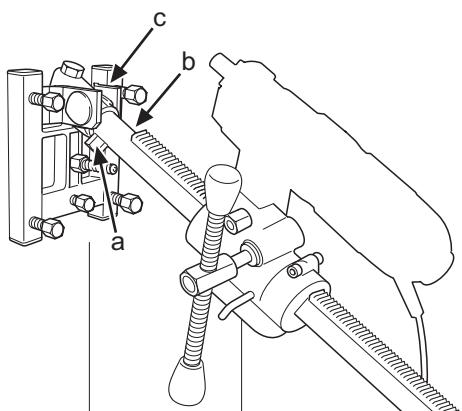

Fig.12
2. La columna de perforación se monta en el soporte angular de la placa base. Aprieta los dos tornillos de fijación (a y b) con una llave de 24 mm. (Fig. 12). Girar la caja de alimentación 180° y montarla de nuevo en la columna de perforación. La perforadora se monta en la fijación rápida.
3. Ajustar la inclinación de perforadora deseada con la tuerca (c) (fig.12) y una llave de 30 mm.
2. A coluna de perfuração é montada no suporte angular da placa base. Apertar os dois parafusos de fixação (a e b) com a chave de 24 mm. (Fig.12). Rodar a caixa de alimentação 180° e montá-la novamente na coluna de perfuração. A perfuradora é montada na fixação rápida.
3. Ajustar o ângulo de perfuração desejado com a porca (c) (Fig. 12), com a chave de 30 mm.
2. The drill column is mounted on the base plate's angle bracket. Tighten the two locking screws (a and b) with a 24 mm spanner. (Fig.12). The feed housing is turned 180° and refitted on the drill column. The drilling machine is refitted in the quick-action attachment.
3. Set the required drilling angle using nut (c) (Fig.12) with a 30 mm spanner.